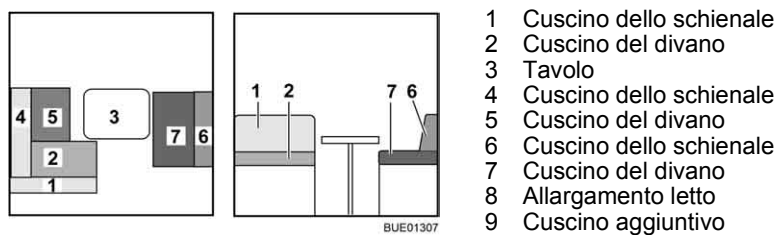

Fig. 144 Prima della trasformazione
- Trasformare il tavolo (Fig. 144,3) in struttura di supporto letto (vedi paragrafo 6.11).
- Rimuovere il cuscino dello schienale (Fig. 144,1) e riporlo.